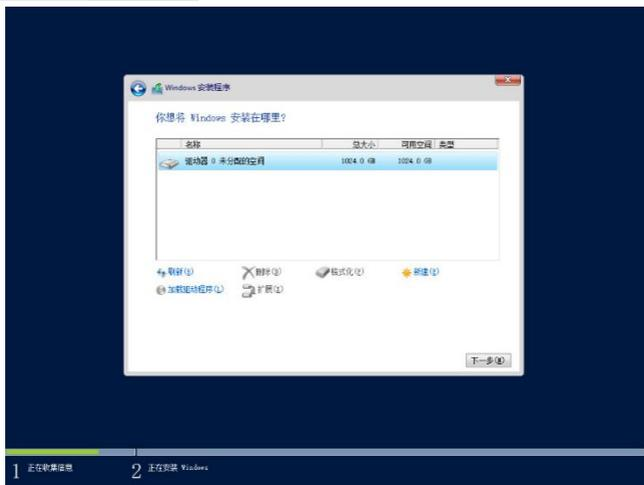

图 6-7
h. 单击自定义：仅安装 Windows (高级) 选项，进入磁盘管理界面，选中待配置磁盘，对磁盘进行分区等操作。如图 6-7 所示。